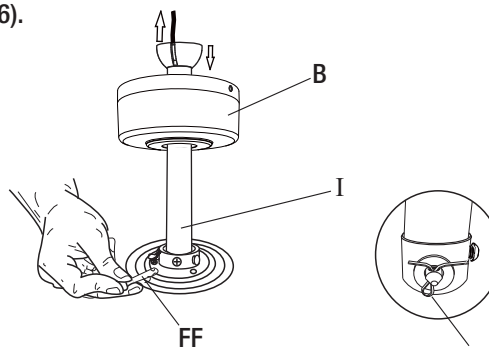

Figura 6
- Afloje los tornillos primero y luego inserte el conjunto de la varilla de extensión (I) en la barra de suspensión en la parte superior del conjunto del motor del ventilador.
- Empuje el pasador (FF) a través del eje del motor y de los orificios de la vara (Figura 6). El extremo del cono del pasador de pivote está diseñado para que no empuje ni dañe los cables dentro de la varilla de extensión. Asegure el pasador de pivote (FF) insertando el pasador dividido (GG) y doblando los extremos para evitar que se caiga de los orificios (Figura 6).
- Asegure la barra de suspensión y la varilla de extensión ajustando los tornillos instalados previamente en la barra de suspensión (Figura 6).